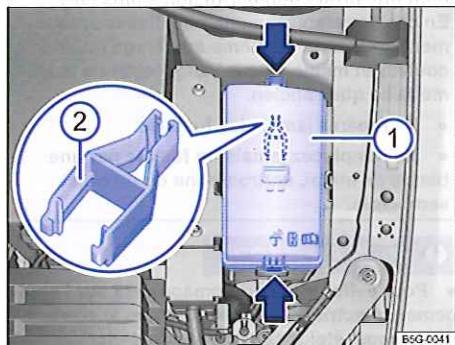

Fig. 248 Dans le compartiment-moteur : cache 1 de la boîte à fusibles avec pince en plastique 2
- Poussez les touches de verrouillage dans le sens des flèches pour déverrouiller le cache de la boîte à fusibles **⇒ fig. 248 ①.**